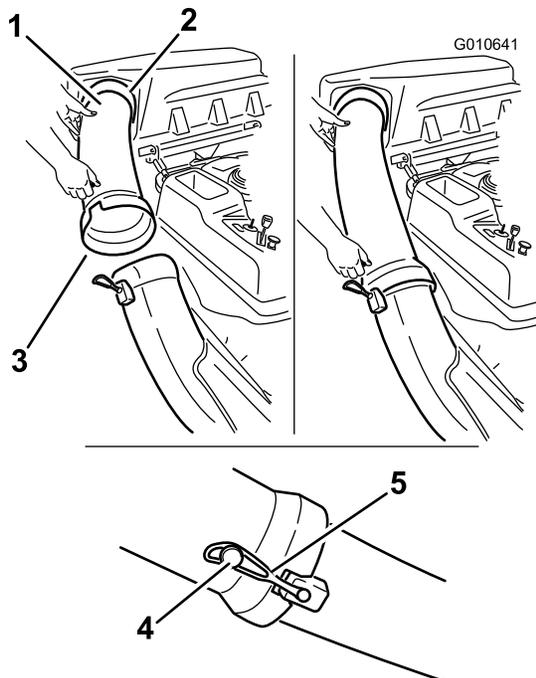

Figure 27
1. Glissez l'extrémité courbe du tube d'éjection dans l'ouverture du couvercle du système de ramassage (Figure 27).
2. Glissez l'extrémité évasée du tube d'éjection sur l'extrémité de la goulotte. Accrochez la sangle en caoutchouc de la goulotte à l'ergot situé sur le tube d'éjection pour le fixer en position (Figure 27).